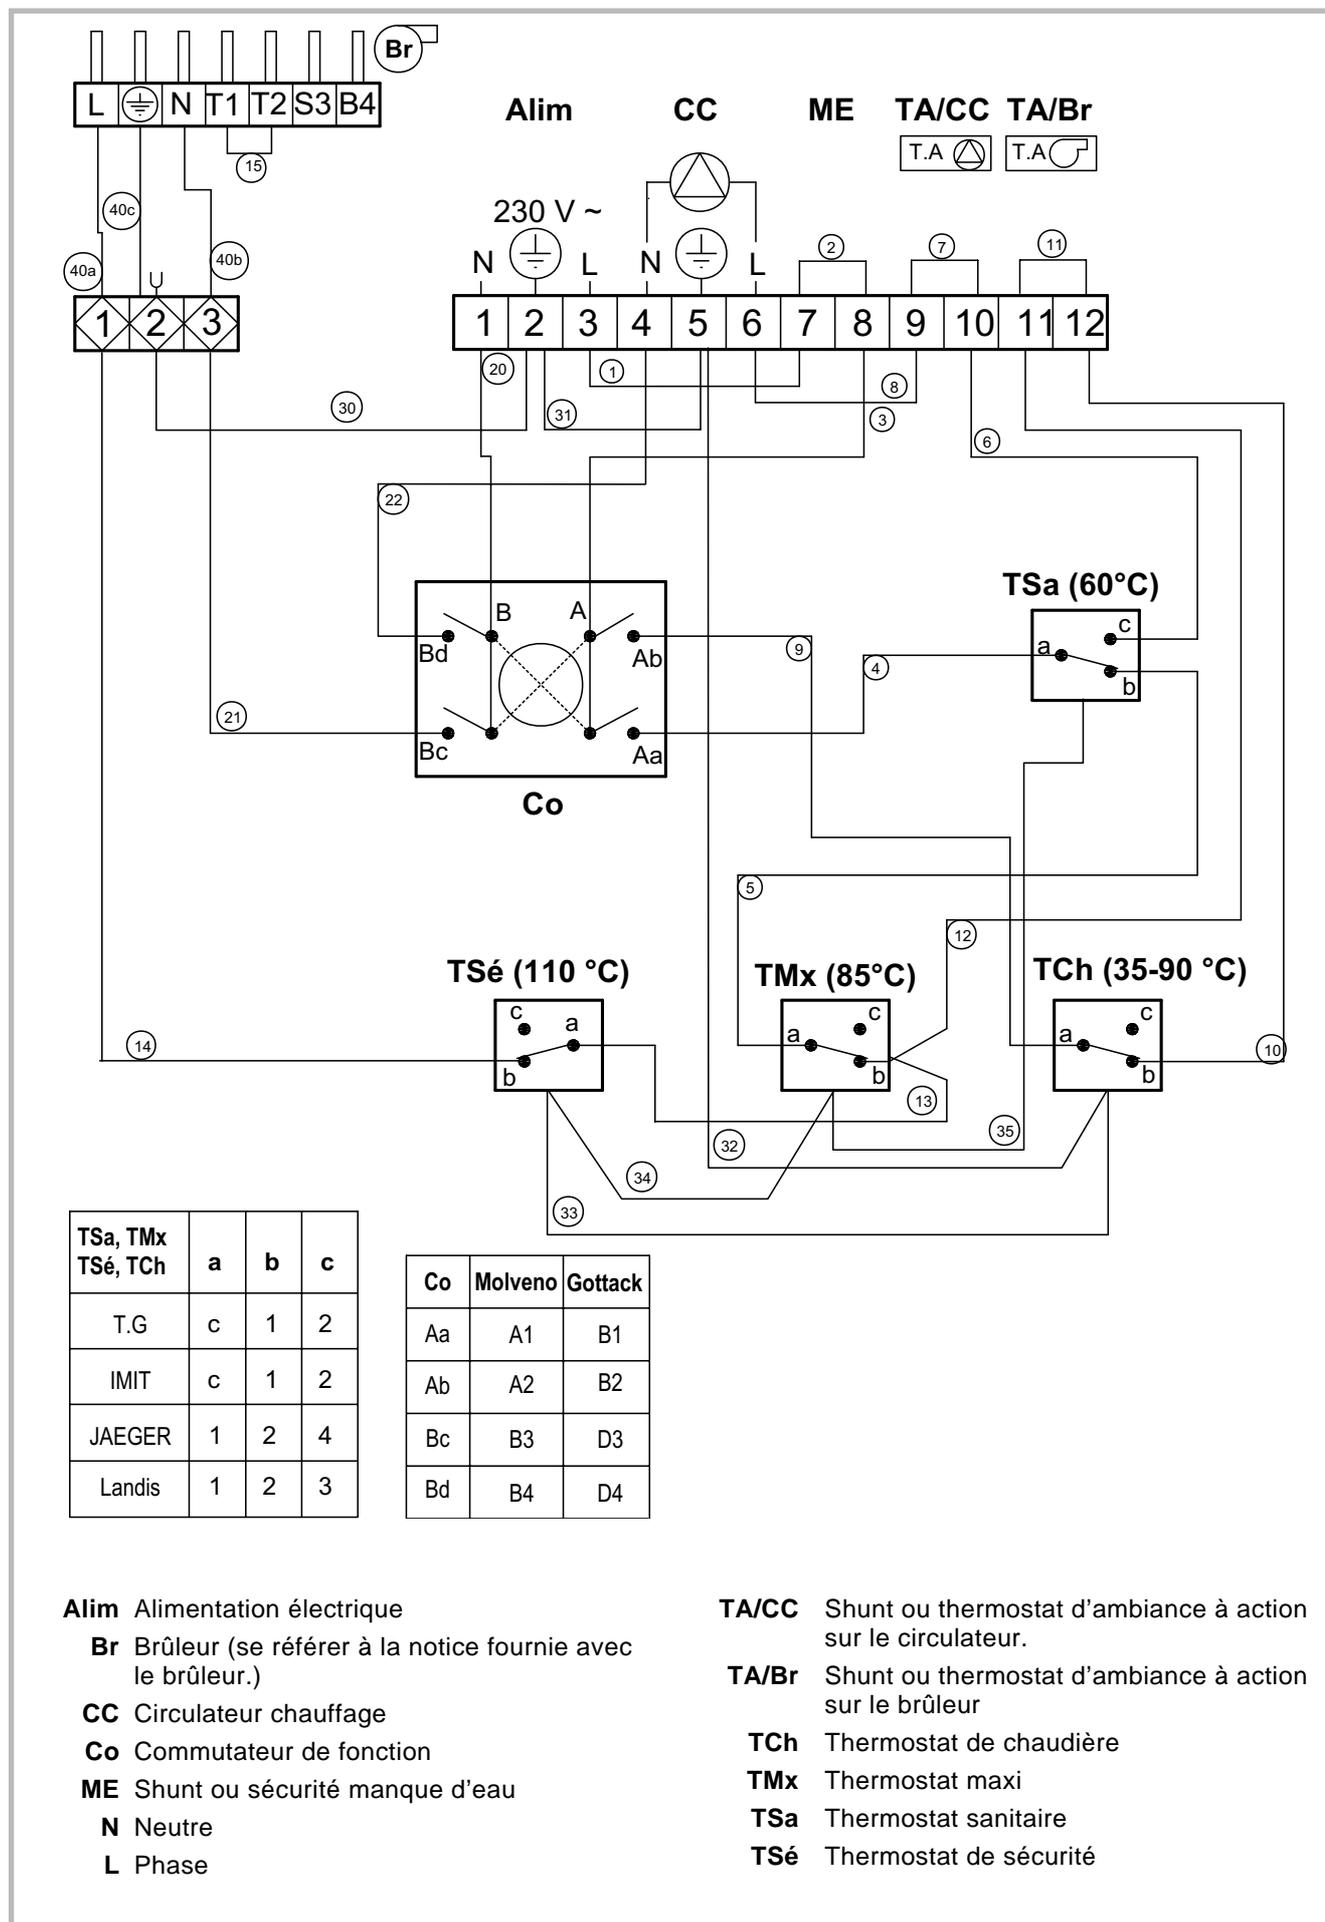

Figure 16 - Câblage électrique (chaudière)
- Effectuer les raccordements suivant les schémas fig. 16 et 17